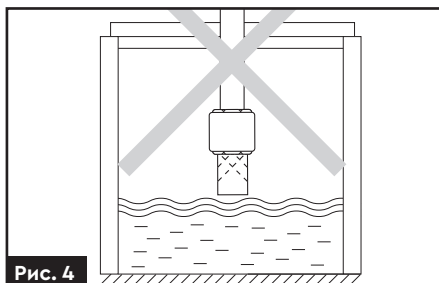

Рис. 4
- Зворотний клапан з фільтром грубого очищення не має бути на рівні або вище за дзеркало води (**рис. 4**).